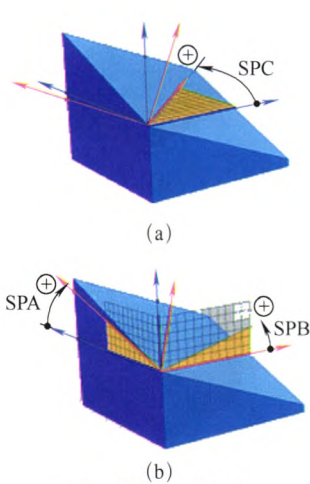

图1 PLANE空间角
(1) 用空间角定义加工面: PLANE空间角。这个功能是通过3个围绕机床固定坐标系统旋转的空间角定义一个加工面,这3个空间角分别为SPA、SPB和SPC,如图1所示。在旋转这3个角度时,应严格遵守旋转顺序:先围绕A轴旋转,然后B轴,再C轴(如果在CYCLE19中将输入的角度定义为空间角的话,则这个功能的作用相当于CYCLE19),这3个空间角的旋转顺序与当前刀具轴无关。在使用这个功能时,即使在3个角度中的某一个角度为0°,也必须将此角度输入程序。